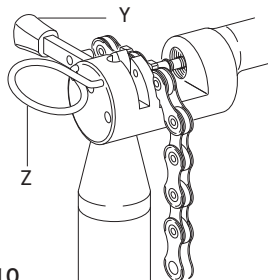

図10
- リンクを専用の部品 (Z - 図10) で固定します。
- 工具 UT-CN400 のレバーが外側の位置にあることを確認します (Y - 図10)。